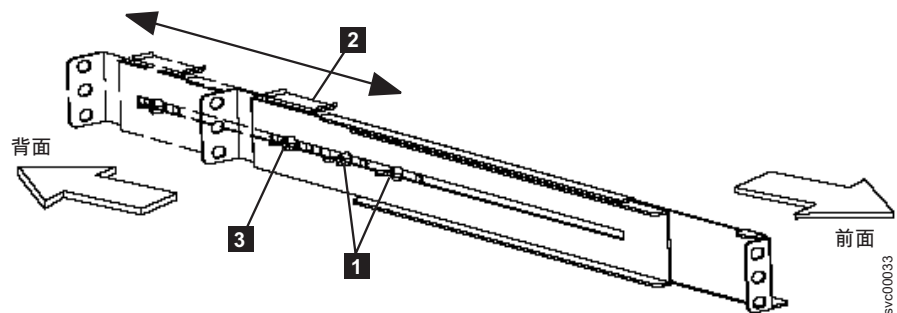

図 244. 2145 UPS-1U でのレールの縦の長さの調整
4. 両方のレール・アセンブリのアセンブリ・ウィング・ナット **1** (図 244) を緩め、ラックの縦の長さに合わせてレール・サイズを調整します。
5. 後部の押さえブラケット (283 ページの図 244 の **2**) をレール・アセンブリーの端に位置付け、ウィング・ナット (283 ページの図 244 の **3**) を締めます。